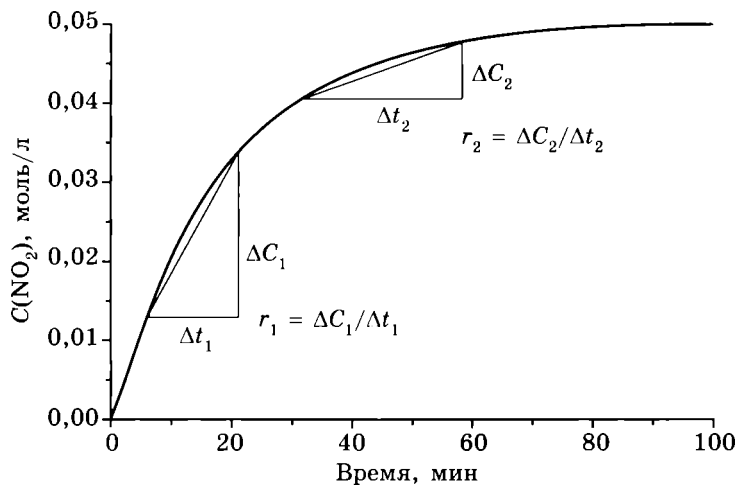

Рис. 4.4. Графическое определение скорости образования NO_2 при распаде N_2O_5 .
1) **Время.** Скорость реакции не остаётся постоянной в течение реакции: обычно она больше всего в начале и близка к 0 в конце реакции, когда реагентов уже почти не осталось (рис. 4.4).